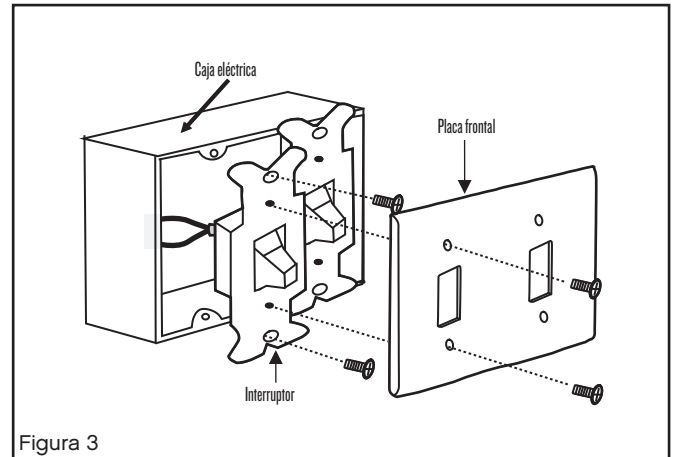

Figura 3
- 2 Desliza el interruptor de inversión (ubicado en la parte superior de la carcasa del motor, consulta la figura 3 en la página 7) hasta la posición opuesta y vuelve a encender el ventilador. Las aspas del ventilador girarán en sentido contrario e invertirán el flujo del aire.
Un flujo de aire HACIA ABAJO crea un efecto refrescante como se muestra en la Figura 3. Esto te permite configurar tu equipo de aire acondicionado a una temperatura más alta sin afectar tu comodidad.